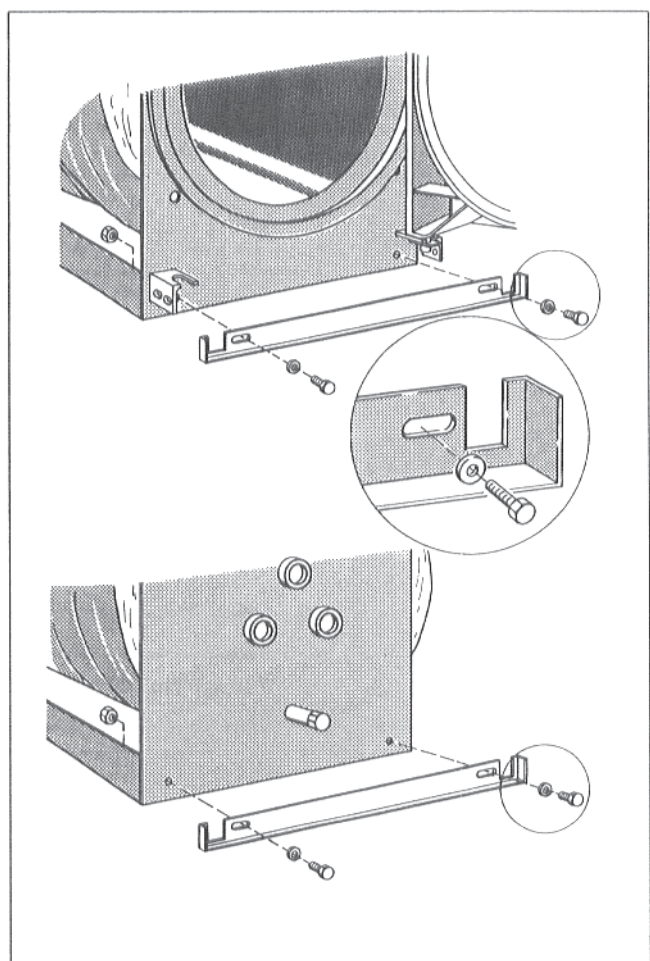

Рис. 7
- Привинтить траверсы внизу, спереди и сзади к передней стенке котла, используя по 2 комплекта винтов с шестигранной головкой, шайб и гаек (Рис. 7).